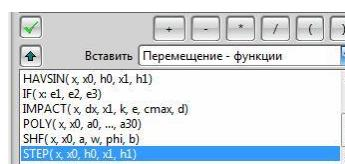
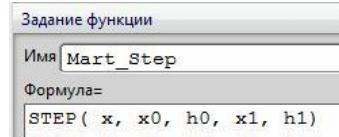

рис.109
рис.110
- Потом из всех возможных функций этой категории выберем вариант **STEP (x, x0, h0, x1, h1)** – рис.109.
- Наконец с помощью зеленой стрелочки *Вверх* (рис.109, слева вверху) перенесем выбранную функцию в поле *Формула* (рис.110).